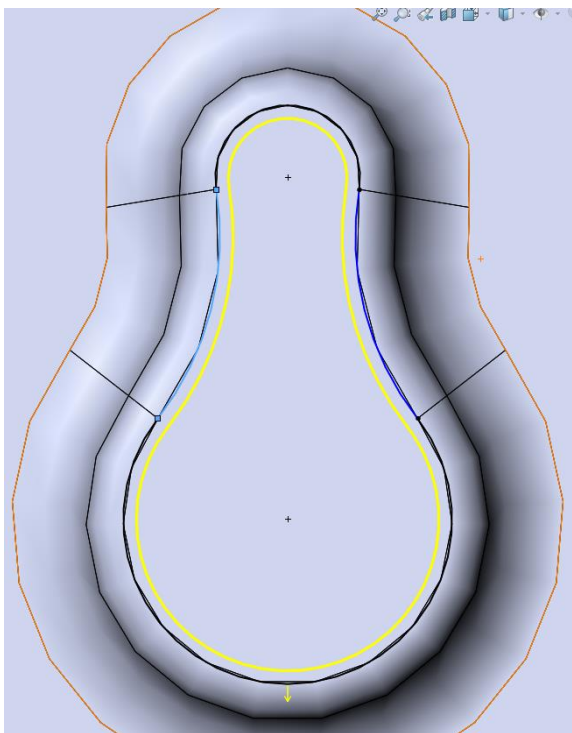

Рисунок 32 – смещение объектов
49. Выбрать инструмент «Смещение объектов» и щелкнуть по созданному эскизу. В настройках выставить реверс направления и расстояние смещение равное 0.5 мм (рис. 32).